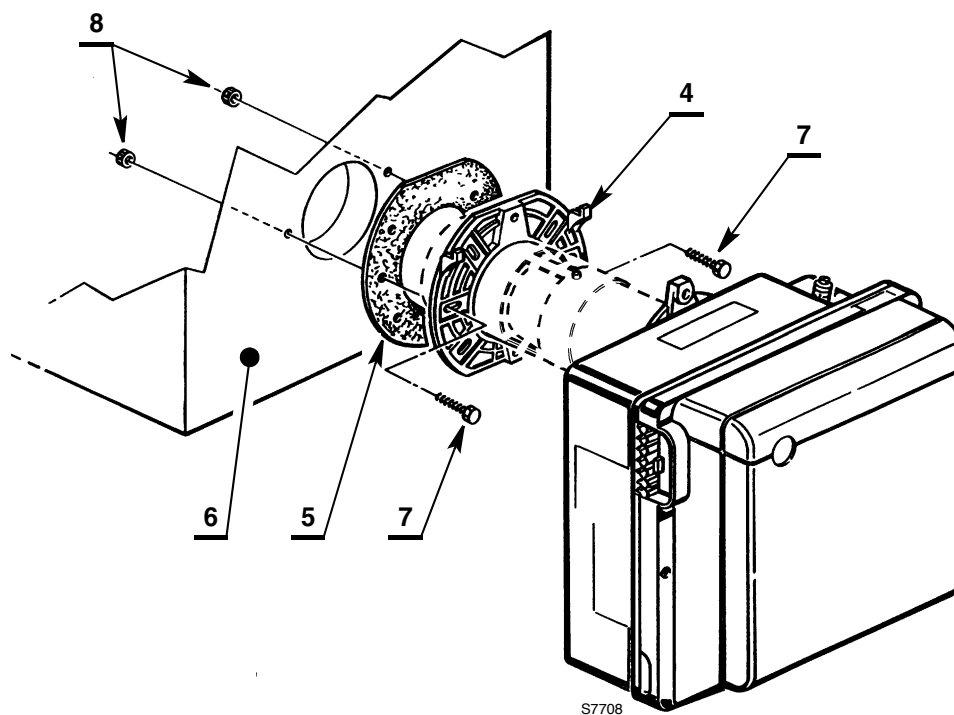

Abb. 8
- Mit den Schrauben 7) (Abb. 8) und (falls erforderlich) den Muttern 8) den Flansch 4) an der Kesseltür 6) mit Isolerdichtung 5) montieren.